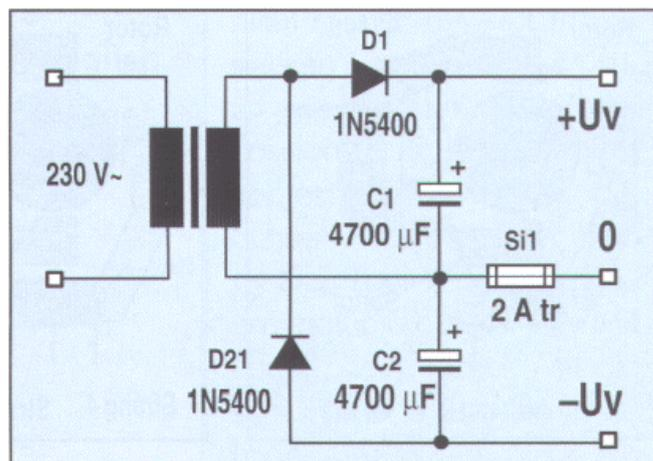

Bild 7: So holt man aus einer einfachen Trafowicklung eine doppelte Versorgungsspannung heraus (1N5400 = 3 Ampere).
Die doppelte Versorgungsspannung kann man aber mit einem einfachen Trick auch aus einer einfachen Trafowicklung herausholen (**Bild 7**). Während die eine Seite der Wicklung den gemeinsamen Bezugspunkt bildet (0), wird die andere Seite mit zwei Gleichrichterdioden beschaltet; die angegebenen Typen 1N5400 halten maximal 3 A aus, so daß sie mit kleineren Strömen sehr gut fertig werden; wenn Sie Motoren mit weniger als 1 A Strangstrom verwenden, kommen Sie auch mit normalen 1N4000er-Dioden aus. Die Sekundärspannung des Trafos sollte ungefähr 80% der Strangspannung betragen.